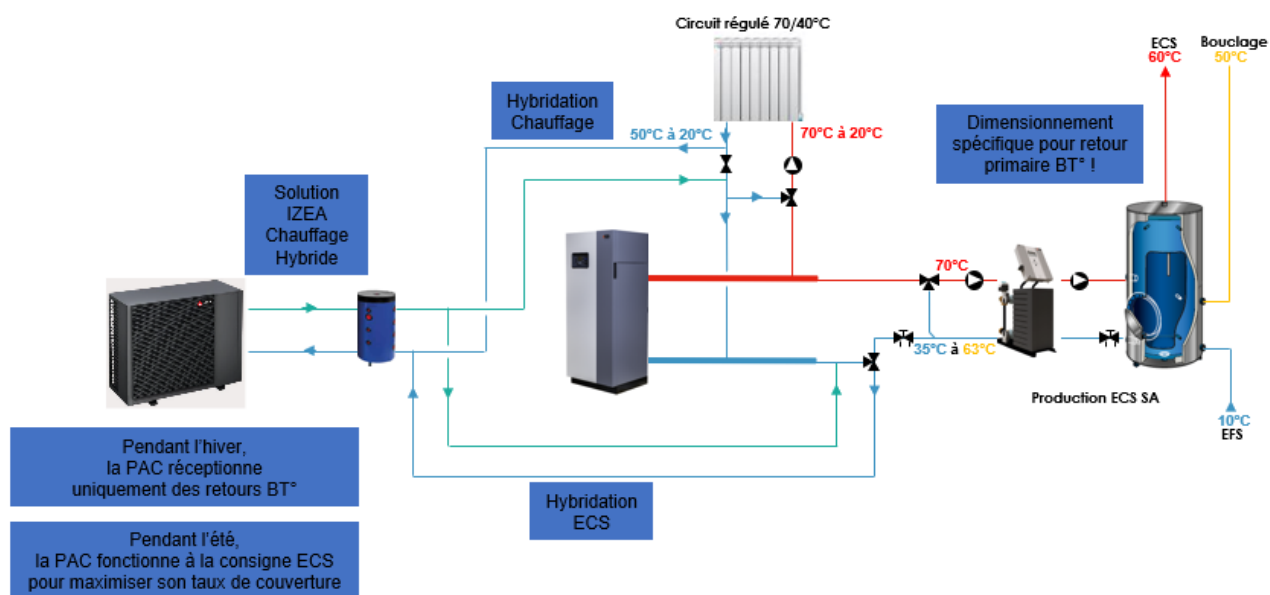

Fig. 1 - Schéma de principe Chaufferie Hybride Double Service avec production ECS type HeatSwitch SA
- avec un stockage ECS composée d'un échangeur à plaques **HeatSwitch 2 SA 32-12** (débit primaire ajusté pour obtenir un ΔT 35K sous une puissance de 68kW) et d'un ballon sanitaire **LCT PAC SPE 1500 SM1** (Cf. Fig. 1 ci-après)
1 - Exemple d'arborescence d'un projet Chaufferie hybride Double Service selon « Fig. 1 »
4.1 - Production ECS composée d'un échangeur à plaques (HeatSwitch SA 32-20) et d'un ballon de stockage sanitaire (LCT 1500) – Cf. Fig. 1 ci-avant au chapitre III